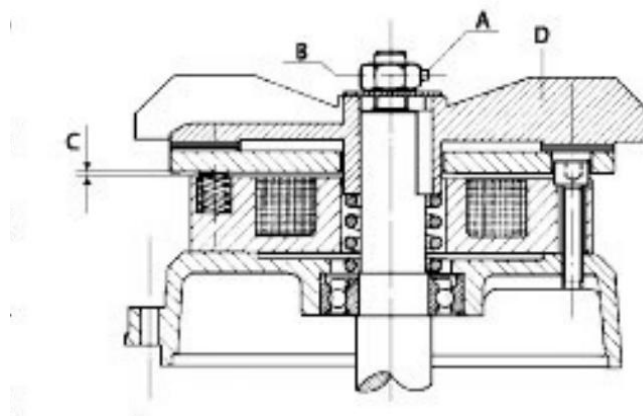

FIG. 13 — Réglage du frein
- Réglez l'entrefer en desserrant la vis à tête creuse hexagonale « A » et en agissant sur l'écrou « B » : la cote « C » doit être comprise entre 0,4 et 0,6 mm. Pendant le fonctionnement du moteur, le ventilateur « D » doit tourner librement sans frotter le disque. Une fois l'efficacité du frein contrôlée, remettez le capot et fixez-le avec ses vis (FIG. 13).